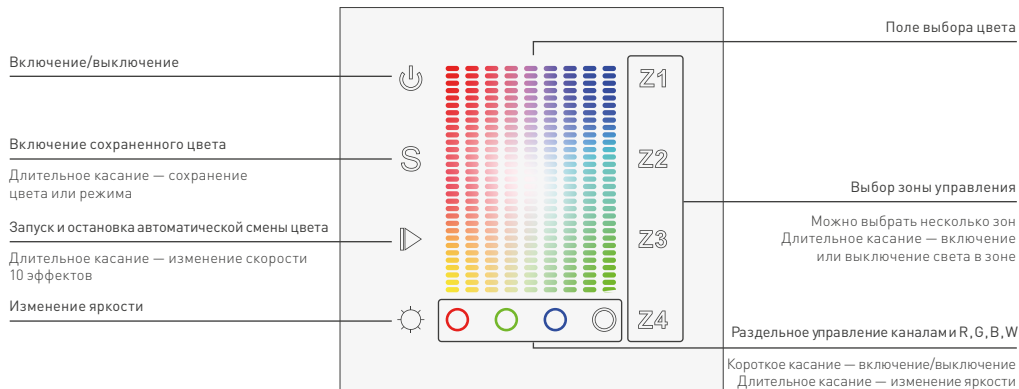

Рисунок 3. Назначение сенсорных кнопок.
- 3.15. Проверьте управление лентой с панели (Рис. 3)